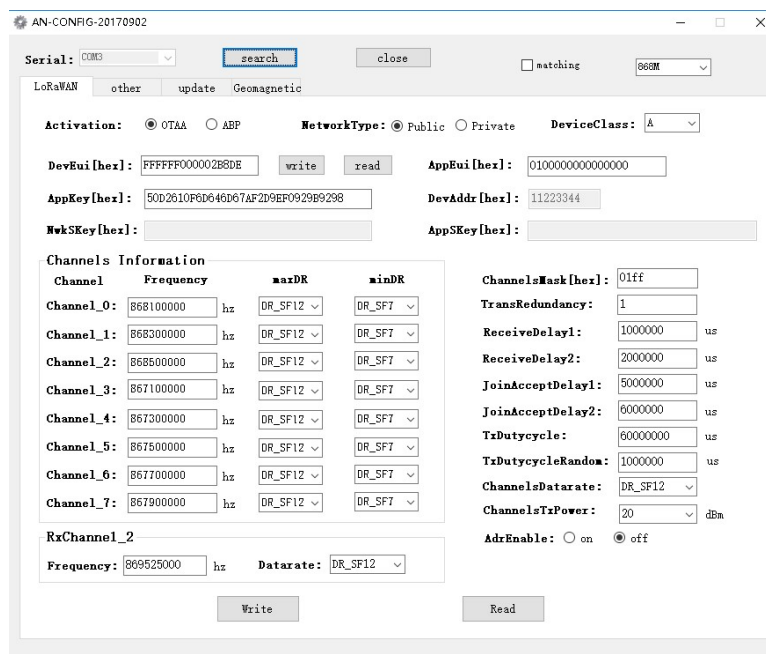

Рисунок 8 - Программное обеспечение AN-CONFIG
2) Откройте программное обеспечение AN-CONFIG (Рисунок 8).